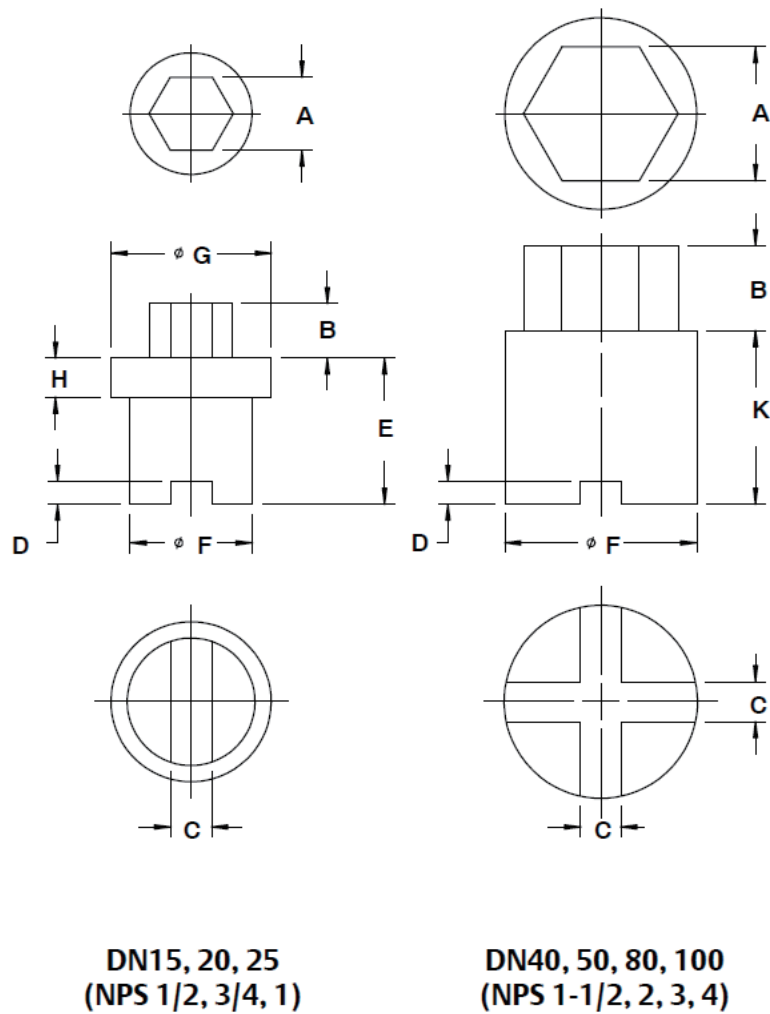

图3 阀座拆装工具
6. 按照图 3 和表 9 所示的尺寸制造的阀座安装拆卸工具，按下列步骤拆卸阀座（件号 7）：